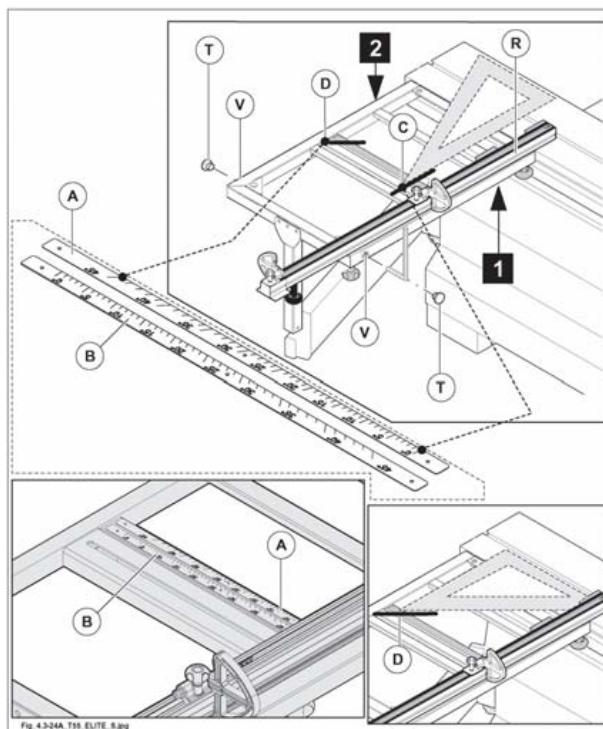

Fig. 4.3-24A
Procedere, infine, al montaggio delle targhe graduate (A, B fig. 4.3-24A) come di seguito descritto.
- Installare la riga di appoggio (R fig. 4.3-24A), per tagli ortogonali (0°), sul lato "1" del telaio di sostegno (vedi Par. 4.3.24.2).
Se la riga telescopica non si posiziona correttamente a 90°, togliere il tappo (T fig. 4.3-24A) ed agire sulla vite (V fig. 4.3-24A) di registrazione fino ad avere il corretto posizionamento della riga telescopica a 90°.
- Segnare, es. con una matita, la posizione della riga (C fig. 4.3-24A).
- Posizionare la riga di appoggio (R fig. 4.3-24A), per taglio inclinato a 45°, sempre sul lato "1" del telaio di sostegno (vedi Par. 4.3.24.2).
- Segnare, es. con una matita, la posizione della riga (D fig. 4.3-24A).
- Quindi prendere la targa adesiva (A fig. 4.3-24A), posizionarla sul telaio come mostrato in figura, allineare le sue tacche di 0° e 45° con le due posizioni (C, D fig. 4.3-24A) segnate in precedenza sul telaio, ed infine fissarla allo stesso.
Dopo avere posizionato la riga di appoggio sul lato "2" del telaio di sostegno, ripetere le stesse operazioni sopra elencate per montare la targa graduata (B fig. 4.3-24A).